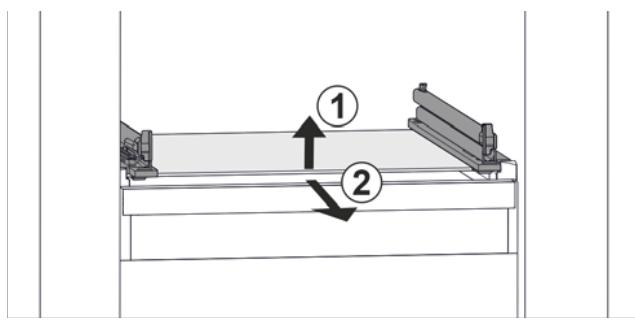

Fig. 118 Примерное отображение стеклянной пластины
- Приподнимите стеклянную пластину спереди. Fig. 118 (1)
- Извлеките стеклянную пластину движением вперед. Fig. 118 (2)